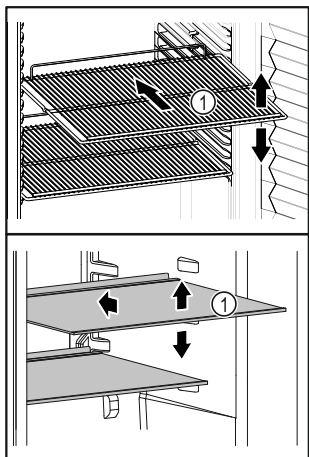

Fig. 58 Reprezentare exemplificativă
- ☐ Dacă poșetele Fig. 58 (1) pot fi mutate, adaptați-le în funcție de înălțime.
- ☐ Păstrați libere fantele de ventilație (2) ale suflantei de recirculare a aerului din interior.